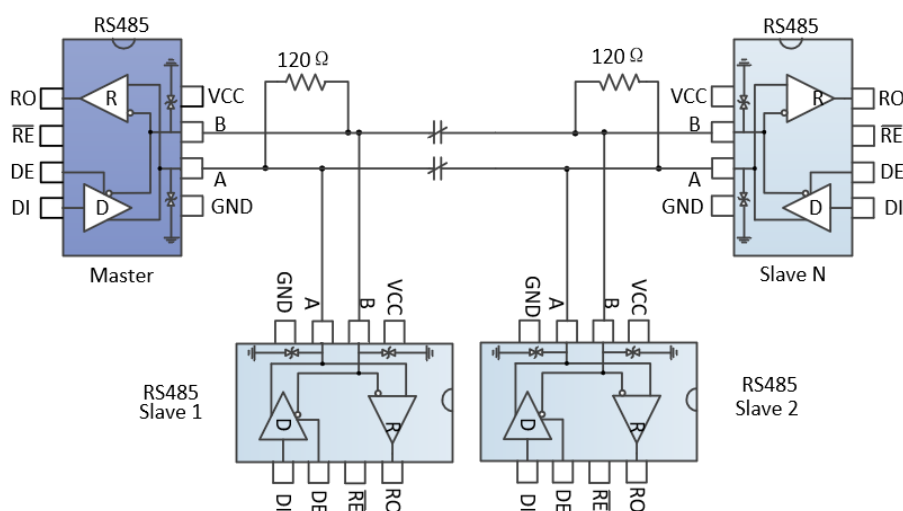

图 9 总线式 RS485 半双工通讯网络
4.1 总线式组网：MAX3485CSA+T RS485 收发器设计用于多点总线传输线上的双向数据通信。图 9 显示了典型网络应用电路。这些器件也能用作电缆长于 4000 英尺的线性转发器，为减小反射，应当在传输线两端以其特性阻抗进行终端匹配，主干线以外的分支连线长度应尽可能短。